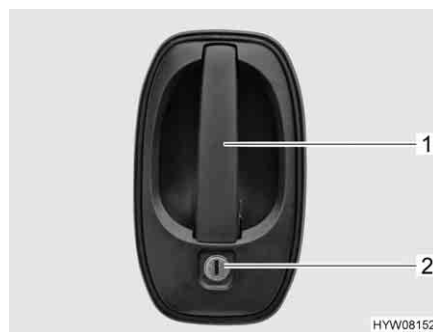

Fig. 25 Serratura della porta di ingresso, lato esterno
*Apertura:* ■ Inserire la chiave nel cilindro della serratura (Fig. 25,2) e ruotare fino a quando la serratura della porta si sblocca.
■ Tirare la maniglia della porta (Fig. 25,1). La porta è aperta.
*Bloccaggio:* ■ Inserire la chiave nel cilindro della serratura (Fig. 25,2) e ruotare fino a quando la serratura della porta si blocca.